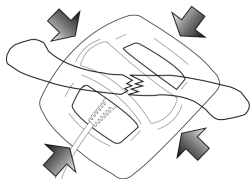

Figure 3
6. Centrer la bobine de traitement sur le site de la fracture site tel que prescrit par le médecin. (Figure 3)